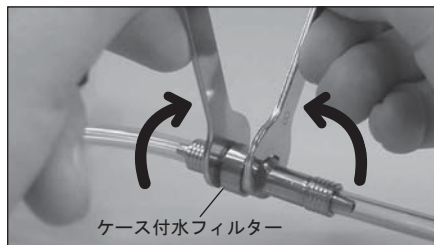

図 25
- 2) スパナ (5x8) 2本をケース付水フィルターに掛け、矢印の方向に回します。(図 25)